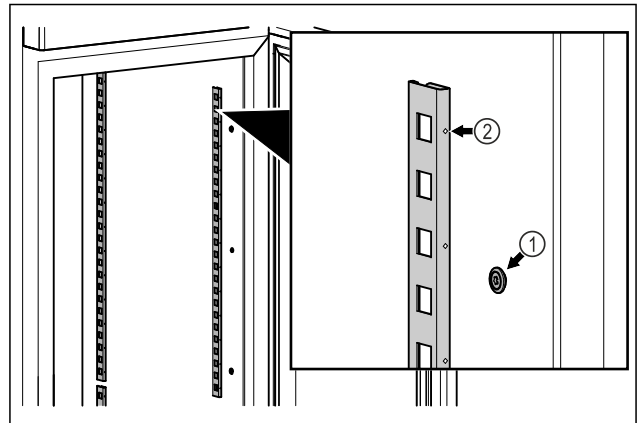

Fig. 48 Przykładowa prezentacja
- ▶ Zacześcić listwę zaczepekową w mocowaniu Fig. 48 (1). Zaznaczenie Fig. 48 (2) musi być skierowane do przodu.